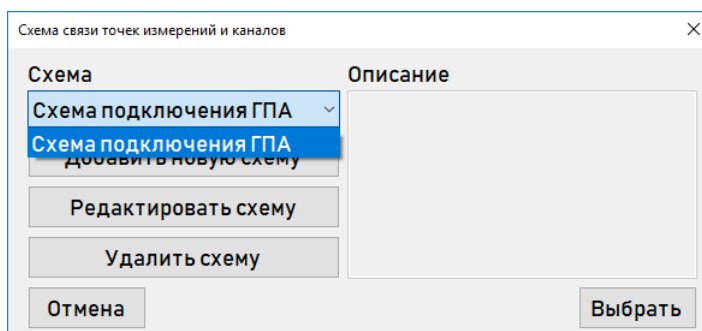

Рисунок 3.8.12
- после сохранения отредактированную схему следует выбрать из выпадающего меню и нажать кнопку «Выбрать» (см. Рисунок 3.8.12);